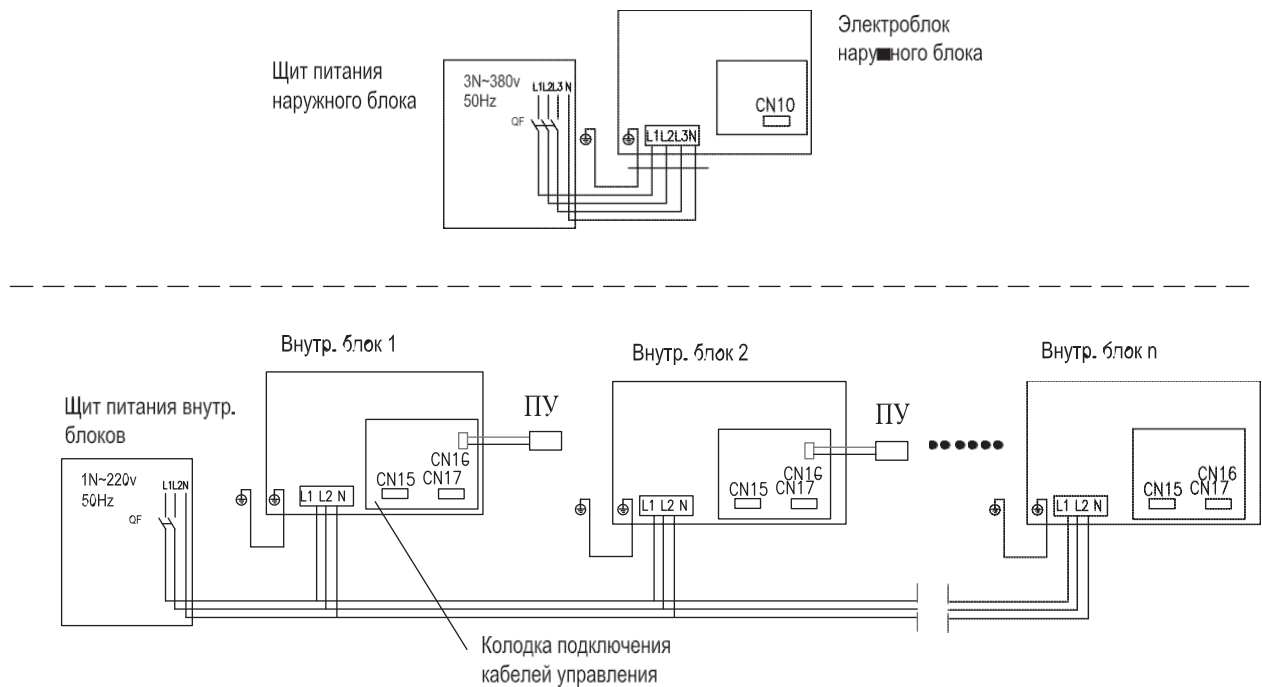

Рис. 8.1
8.8 Внутренние и внешние блоки должны подключаться к разным щитам электропитания через отдельные автоматические выключатели (рис. 8.1).